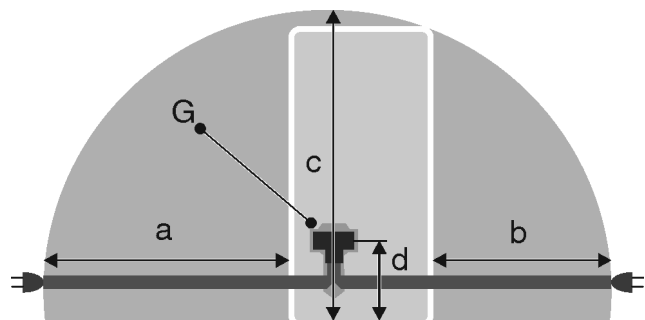

Fig. 23*
- La presa non si trova dietro all'apparecchio bensì nelle aree a o b Fig. 23 (a, b, c).
- Inserire la spina Fig. 23 (G) sul retro dell'apparecchiatura. Accertarsi che si innesti correttamente.